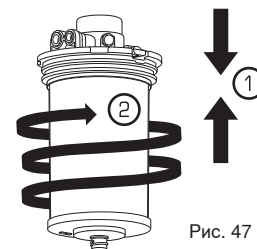

Рис. 47
19. Плотнo прижмите картридж и держатель ①. Прикрутите картридж к держателю до полной остановки ② (рис. 47).